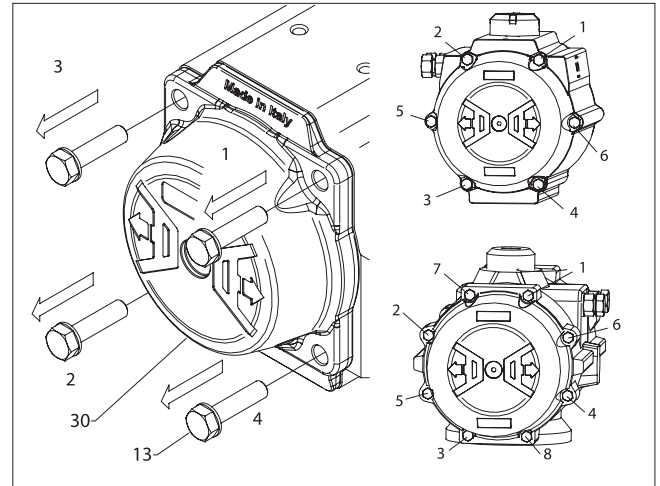

Abb. 5.
- B. Nehmen Sie die O-Ringe (11) an den Anschlagsschrauben ab und entsorgen Sie sie, falls Sie alle weichen Teilen ersetzen.
3. Auseinanderbau der Endkappe (30, 31), (Abb. 5):
- A. Nehmen Sie die Endkappenschraubbolzen (13) in der in (Abb. 5) gezeigten Reihenfolge ab.